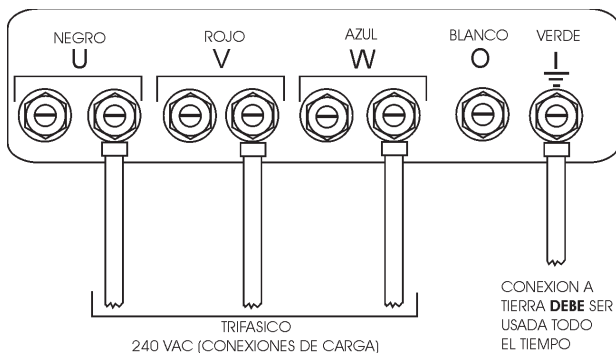

Figura 21. Contactos de las terminales UVWO conexiones 3Ø-240V
2. Conecte los cables de carga a las terminales UVWO como se muestra en la Figura 21.